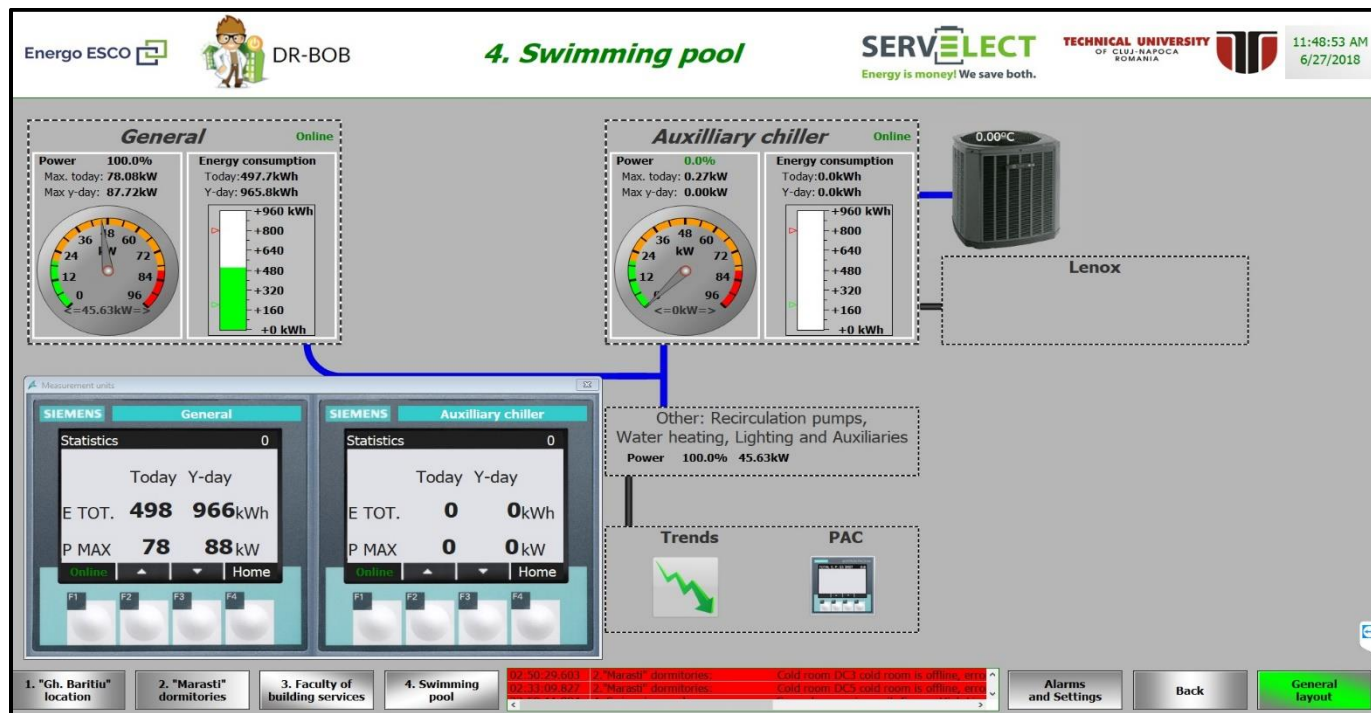

Fig.15b. PAC-uri Natație
- PAC- conduce la fereastra din Fig.15b.